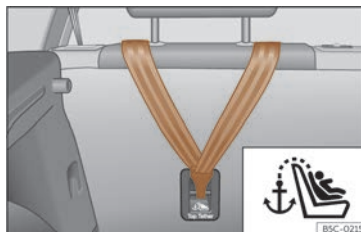

Fig. 38 Part posterior dels seients del darrere: ancoratge per al cinturó Top Tether.
- Feu lliscar la corretja i fixeu-la correctament amb l'ancoratge de la part posterior del respall >>> **fig. 38**.